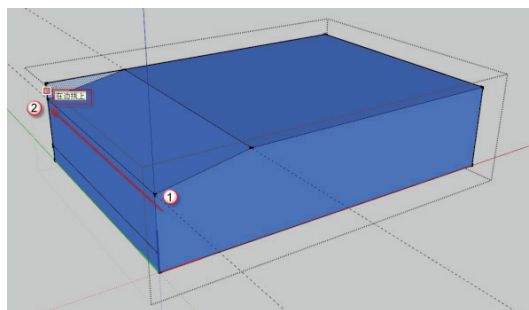

图 2.8 推拉体块
(8) 推拉体块。选中三角形面，按 P 快捷键发出“推 / 拉”命令。将三角形面沿箭头方向推至边线处，当出现“在边线上”提示时单击即可，如图 2.8 所示。